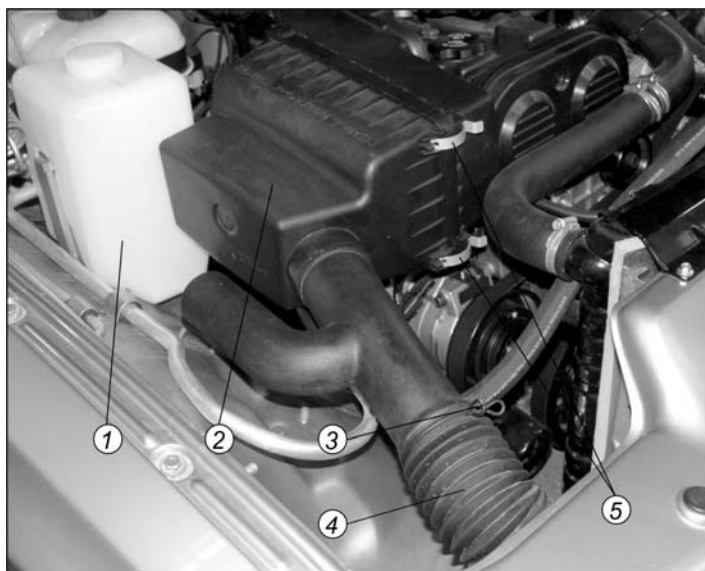

Рис. 8.1. Воздушный фильтр двигателя CHRYSLER 2,4L-DOHC
– отсоединить гофрированный переходник 4 (рис. 8.1) на патрубке воздушного фильтра, ослабив пружинный хомут 3;